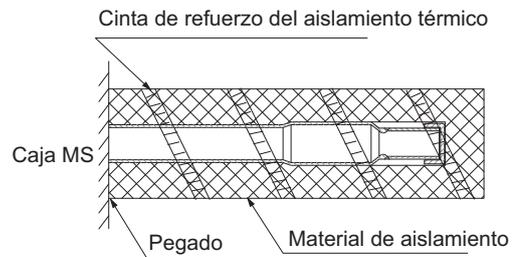

Fig.6-9
4. Instrucciones de instalación del tubo aislante para los puertos de derivación no utilizados (lado de la unidad interior) (tubos de gas y líquido) (Vea Fig.6-9) .